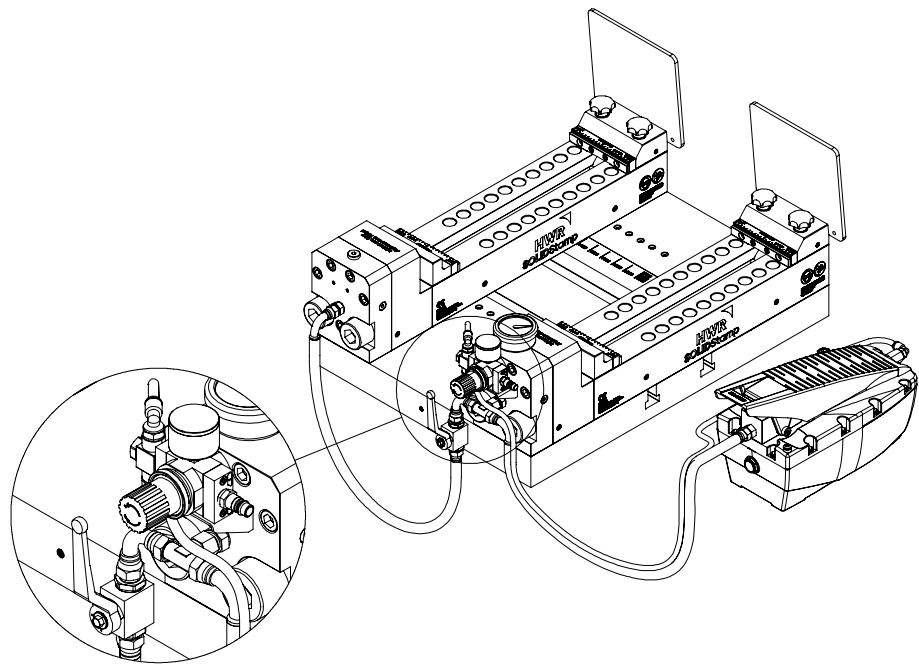

Fig. 3-3: Instalación de las mangueras hidráulicas
- Paso 4** Conecte las mangueras hidráulicas preinstaladas como se muestra en la Fig. 3-3.